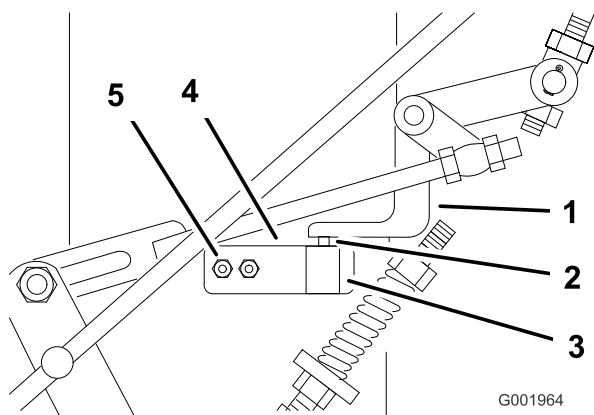

Figure 45
9. Vérifiez la course du levier de changement de vitesse dans la fente du panneau de commande. Le levier doit être à peu près centré dans la fente du panneau de commande (Figure 45).
11. Lorsque le levier de changement de vitesse est au point mort, vérifiez que le contacteur de sécurité est enfoncé et qu'un espace de 3 à 6 mm (1/8 à 1/4 pouce) sépare la languette d'actionnement du contacteur de sécurité (Figure 45).
12. Pour ajuster la position du contacteur, desserrez les deux vis du support de point mort qui retiennent la plaque de contacteur au châssis (Figure 45).
13. Montez ou abaissez le contacteur de sorte à obtenir un écart de 3 à 6 mm (1/8 à 1/4 pouce) (Figure 45).
14. Serrez les deux vis du support de point mort qui retiennent la plaque de contacteur (Figure 45).